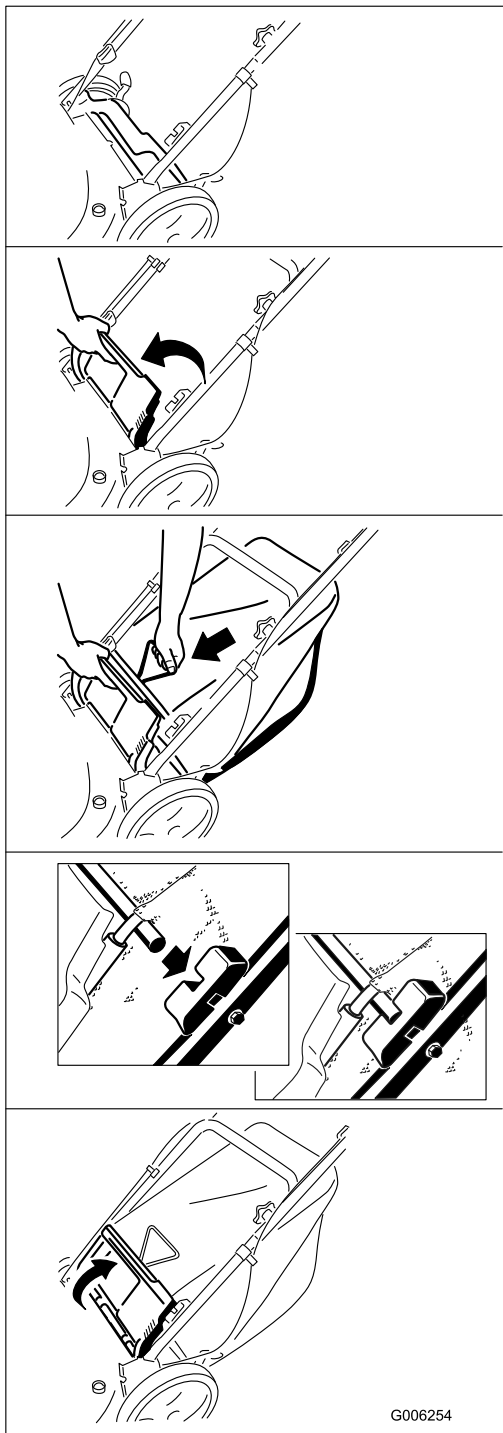

Figure 23
2. Installez le bac à herbe (Figure 23).